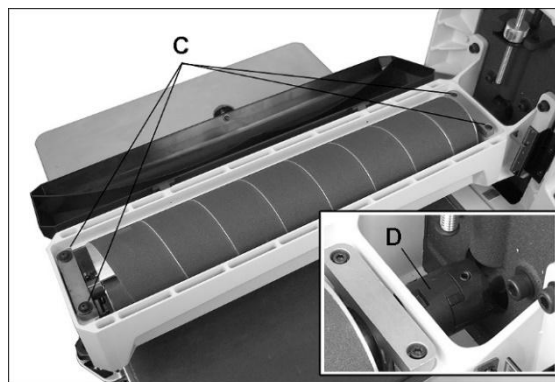

Figure 10-2: Dépose du cylindre
2. Enlevez les quatre vis à six pans creux (C, Figure 10-2).
3. Soulevez avec précaution le cylindre avec l'accouplement (D) fixé.